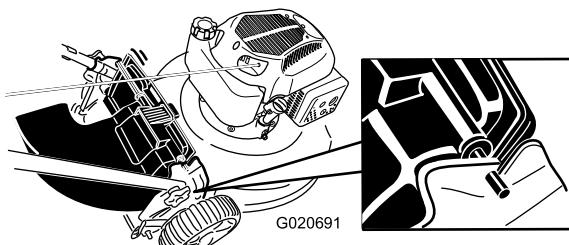

Figura 24
- Introduzca la varilla del deflector de descarga trasera en las muescas de la máquina (Figura 24).